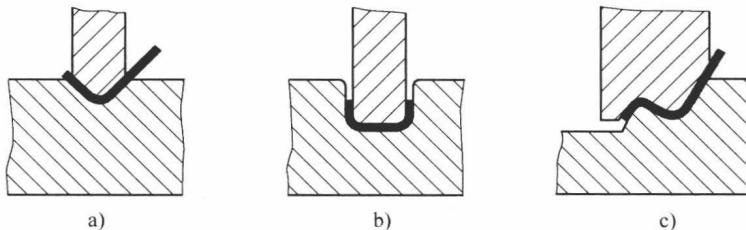

图 1-3 常用折弯模具
(1) 常用折弯模具 常用折弯模具如图 1-3 所示。为了延长模具的寿命，设计零件时尽可能采用圆角。过小的弯边高度，即使用折弯模具也不利于成形，一般弯边高度  $L \geq 3t$ （包括壁厚）。